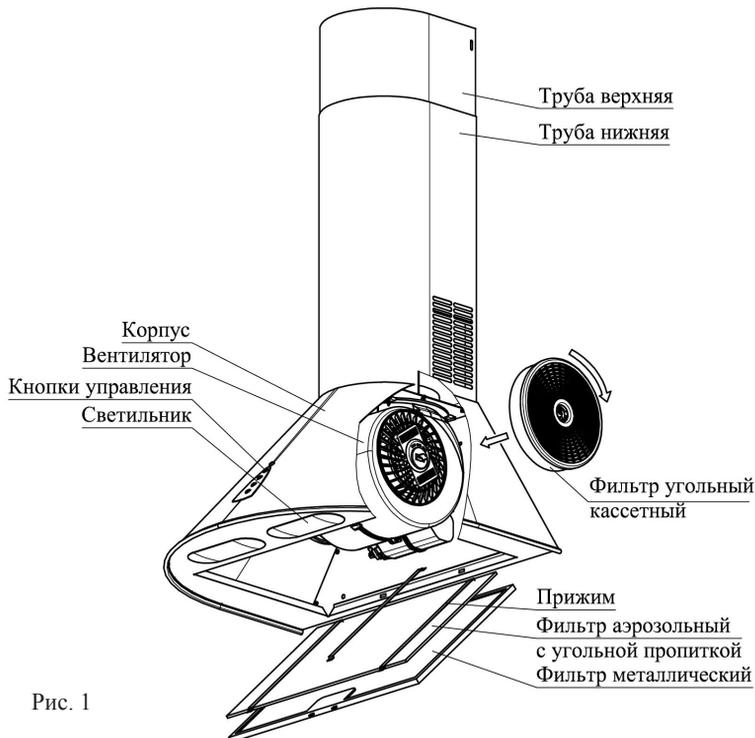
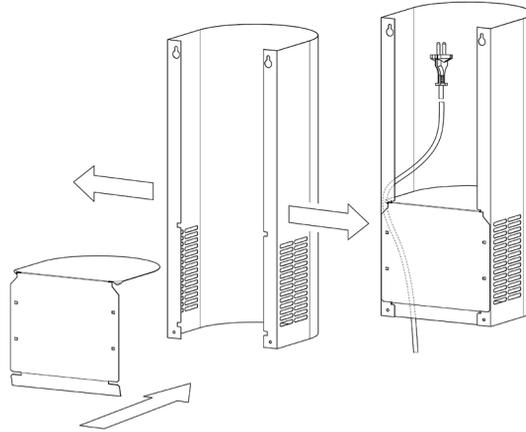

Рис. 1
Рис. 3
Внутри корпуса воздухоочистителя (рис. 1) располагаются вентилятор и светильники. Снизу установлены фильтры металлические. Фильтры аэрозольные с угольной пропиткой (комплектуются в модификациях см. табл.4) закреплены прижимами на фильтрах металлических. На фронтальной поверхности расположены кнопки управления работой воздухоочистителем. На верхней поверхности корпуса воздухоочистителя находится фланец для отвода очищенного воздуха.
ВНИМАНИЕ! МИНИМАЛЬНОЕ РАССТОЯНИЕ МЕЖДУ ПЛОСКОСТЬЮ УСТАНОВКИ ПОСУДЫ НА ПЛИТУ (НАГРЕВАТЕЛЬНОЙ ПОВЕРХНОСТЬЮ) И ВОЗДУХООЧИСТИТЕЛЕМ ДОЛЖНО БЫТЬ 75 см. ВОЗДУХООЧИСТИТЕЛЬ КРЕПИТЬ НА РОВНУЮ ПОВЕРХНОСТЬ (рис. 3).
- 6.7 **ДЛЯ РАБОТЫ В РЕЦИРКУЛЯЦИОННОМ РЕЖИМЕ** установите заслонку в трубу нижнюю так, чтобы сетевой шнур проходил через подогнутый уголок заслонки. При установке разведите в стороны боковые плоскости нижней декоративной трубы и поочередно вставьте проушины заслонки в пазы на задних полках (рис. 3). Для установки фильтра угольного кассетного, оденьте его на фиксирующие элементы в центре вентилятора и поверните по часовой стрелке до упора (рис. 1). Демонтаж производится в обратном порядке.